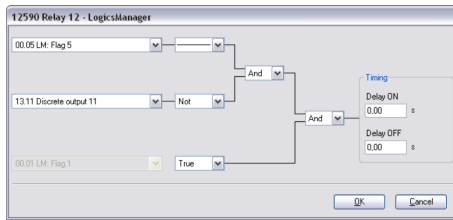

Abb. 247: LogicsManager-Funktion „Relais 12“
2. ➤ Konfigurieren Sie die LogicsManager-Funktion „Relais 12“ (siehe Abb. 247).